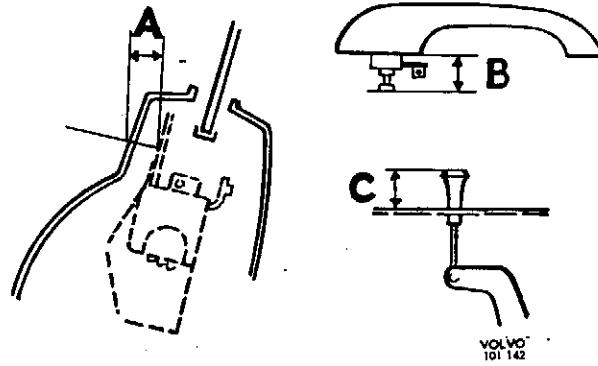

Abb. 28 Einstellmaß für Schloß
2. Maß A, Abb. 28, auf $15 \pm 0,5$ mm durch Drehen des Schloßes einstellen. Schloß fest anziehen. Wenn die Drehung des Schloßes nicht ausreichend ist, um das Maß A zu halten, so darf die restliche Nachstellung durch Biegen des Hebels (5) vorgenommen werden, wenn das Schloß so nahe wie möglich an A festgeschraubt wurde. Das Maß A muß innerhalb der angegebenen Grenzen liegen.
3. Die Fernbetätigung (12) mit eingesetztem Splint (11) nach hinten schieben, so daß der Hebel (9) am
2. Maß A, Abb. 28, auf $17 \pm 0,5$ mm durch Drehen des Schloßes einstellen. Schloß fest anziehen. Wenn die Drehung des Schloßes nicht ausreicht, um das Maß A zu erhalten, darf die restliche Einstellung durch Biegen des Hebels (5) vorgenommen werden, wenn das Schloß so nahe wie möglich an A festgeschraubt wurde. Das Maß A muß innerhalb der angegebenen Grenzen liegen.
3. Fernbetätigung (13) mit eingebautem Splint (12) nach hinten schieben, so daß der Hebel (10) gegen das Schloß (11) anliegt. In dieser Lage ist die Fernbetätigung festzuschrauben. Splint (12) entfernen.
4. Hebel (17) einbauen und Stange (16) mit Hebel (7) verbinden.
5. Hebel (7) in Verriegelungslage, d.h. rückwärts gegen das Schloß, und die Stange (14) in Sperrlage stellen. Im Kontrollloch (12) kontrollieren, ob der Hebel voll in Sperrlage geht. In dieser Lage wird der Hebel (14) von der Klemme (15) gehalten, wenn die Schrauben in dieser Lage angezogen werden. Kontrollieren, daß die Stange (16) nicht am Innenblech der Tür schleift. Die Stange darf auch nicht so viel gebogen werden, daß diese an den Schrauben der Zierleiste anliegt.
1. Maß $B=15\pm 1$ mm kontrollieren, siehe Abb. 28, und falls erforderlich einstellen. Sicherungsmutter (2) auf der Schraube (3) anziehen, siehe Abb. 26.
2. Türaußengriff (1) mit angebaute Stange (6) einbauen.
3. Stange (6) mit Hebel (14) verbinden. Hierbei muß eine Einstellung so vorgenommen werden, daß eines der drei Löcher an der Stange mit dem Loch des Türaußengriffes übereinstimmt. Die Übereinstimmung wird durch Einführen eines Splintes (4) in das Loch des Türaußengriffes laut Abbildung erreicht. Die Löcher sollen übereinstimmen, wenn der Verriegelungsknopf (15) heruntergedrückt ist, d.h. wenn der Hebel (7) heruntergedrückt und der Hebel (8) rückwärts gegen das Schloß geführt ist.
2. Türaußengriff (1) mit angebrachter Verbindungsstange (6) einbauen.
3. Stange (6) mit Hebel (14) verbinden. Der Hebel im Handgriff muß so eingestellt werden, daß ein Splint (4, $\varnothing 3$ mm) durch das Loch in den Handgriff geführt werden kann. Die Einstellung wird durch Herauf- oder Herunterschrauben der Verbindungsstange erreicht. Dabei soll die Öse der Stange (6) mit dem Hebel (14) am Schloß übereinstimmen.
1. Maß $B=15\pm 1$ mm kontrollieren, siehe Abb. 28, und falls erforderlich einstellen. Sicherungsmutter (2) auf der Schraube (3) anziehen, siehe Abb. 27.
3. Stange (6) mit Hebel (8) verbinden. Der Hebel im Handgriff muß so eingestellt werden, daß ein Splint (4, $\varnothing 3$ mm) durch das Loch im Handgriff geführt werden kann. Die Einstellung wird durch Herauf- oder Herunterschrauben der Verbindungsstange erreicht. Die Öse auf der Stange (6) muß mit dem Hebel (8) am Schloß übereinstimmen.
Maß C, Abb. 28, soll bei heruntergedrücktem Ver-